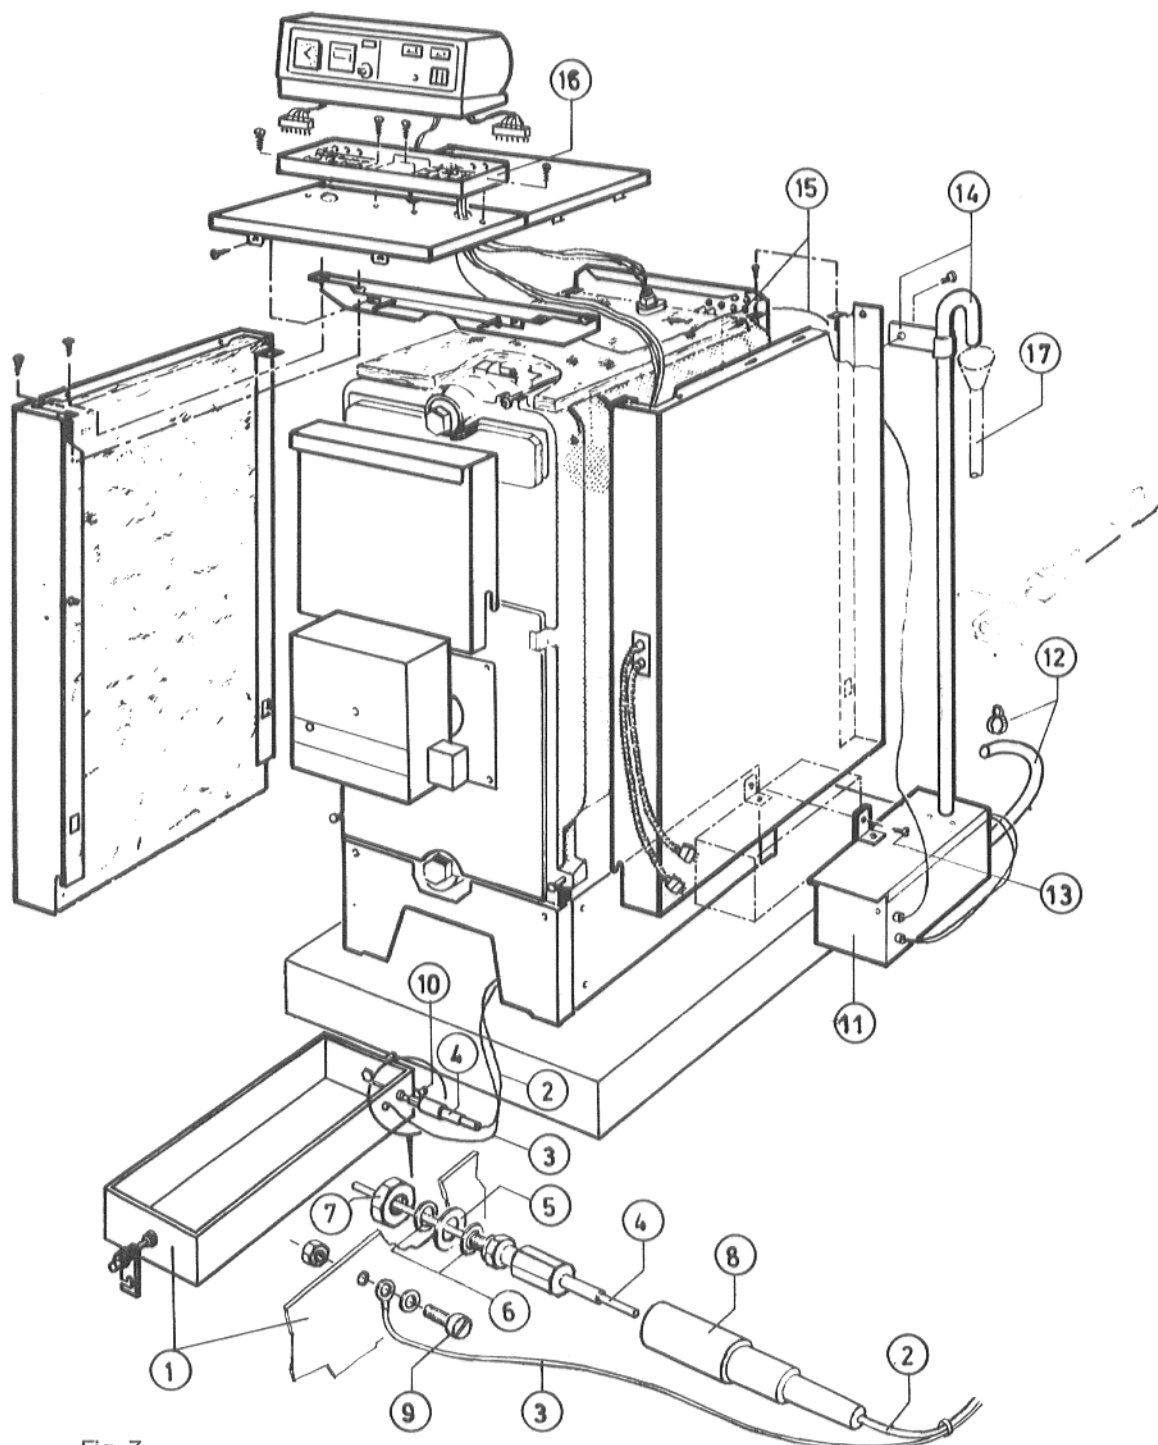

Fig. 7
(Scarico naturale, vedi Fig. 7)
(vedi Fig. 7)
Infilare l'elettrodo (4) nel foro del contenitore (1) con la guarnizione (5) e due rondelle (vedi Fig. 7), avvitare internamente con la madrevite (7). Nell'operazione si osservi che la parte lunga dell'elettrodo (4) penetri nel contenitore (1).
Fissare il tubo di scarico (14) al raccordo della pompa (Fig. 7).
Fissare la pompa della condensa (11) con la vite autofilettante della piastra di base, al piede della caldaia (vedi Fig. 7).